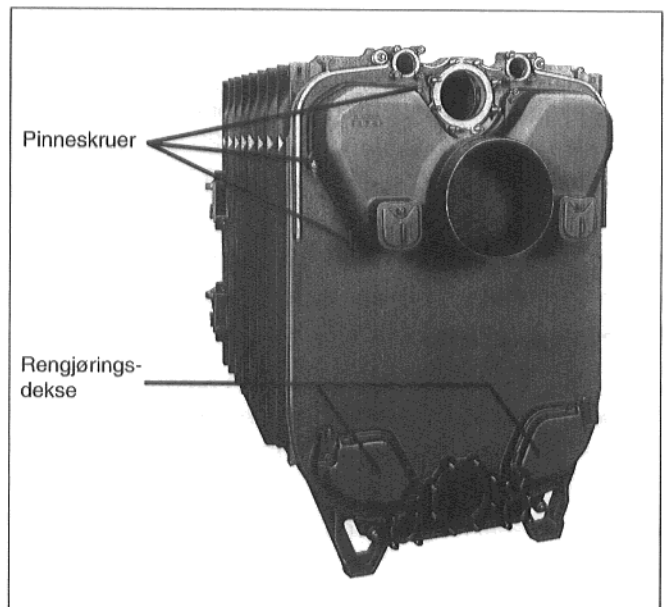

Fig. 22
- Røkgassamleren settes på panneskruene i kjelens bakelement som vist i fig. 22. Underlagsskivene skyves på panneskruene og røkgassamleren skrues på med mutre.
- Rengjøringsdekselet settes på panneskreuene som vises i fig. 22. Underlagsskivene skyves opp på panneskruene og rengjøringsdekselet skrues på med mutre.